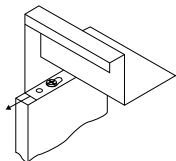

Fig. 14
- Empurrar a pia-fogão em direção à parte traseira do balcão ou móvel (fig. 14 e 15).